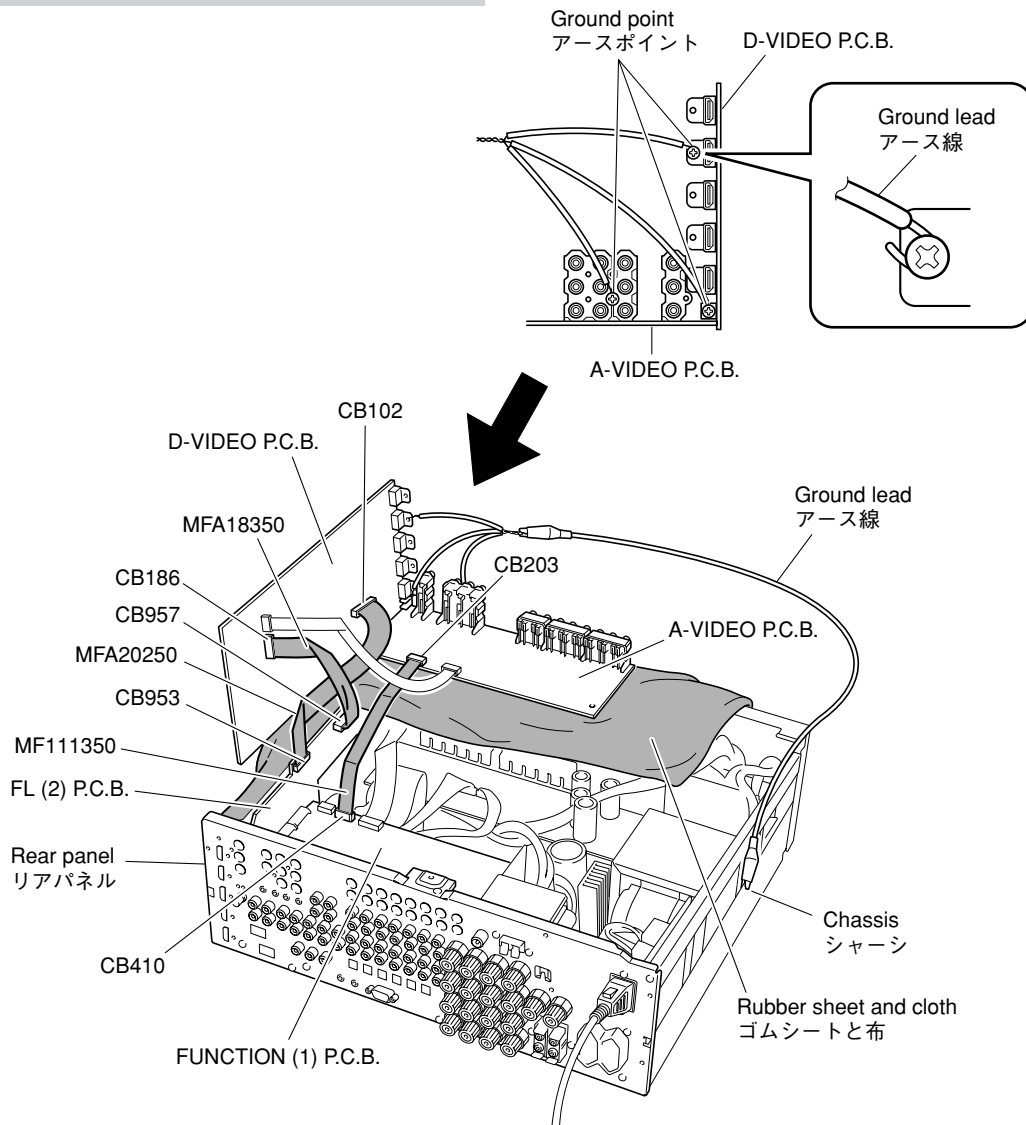

Fig. 7
- Put the rubber sheet and cloth over the equipment. Then place the P.C.B.s upside down on the cloth and check it. (Fig. 7)
- In this unit, the ground of P.C.B.s shown below is connected to the rear panel. When these P.C.B.s are removed from the rear panel, connect the ground point to the rear panel or chassis, using a ground lead wire or the like. (Fig. 7)
- 本機の上にゴムシートと布を敷き、その上にP.C.B.を裏返しに置いてチェックします。(Fig. 7)
- 本機ではP.C.B.のアースがリアパネルに接続されています。これらのP.C.B.をリアパネルより取り外した場合は、アース線等でアースポイントをリアパネルまたはアースに接続してください。(Fig. 7)